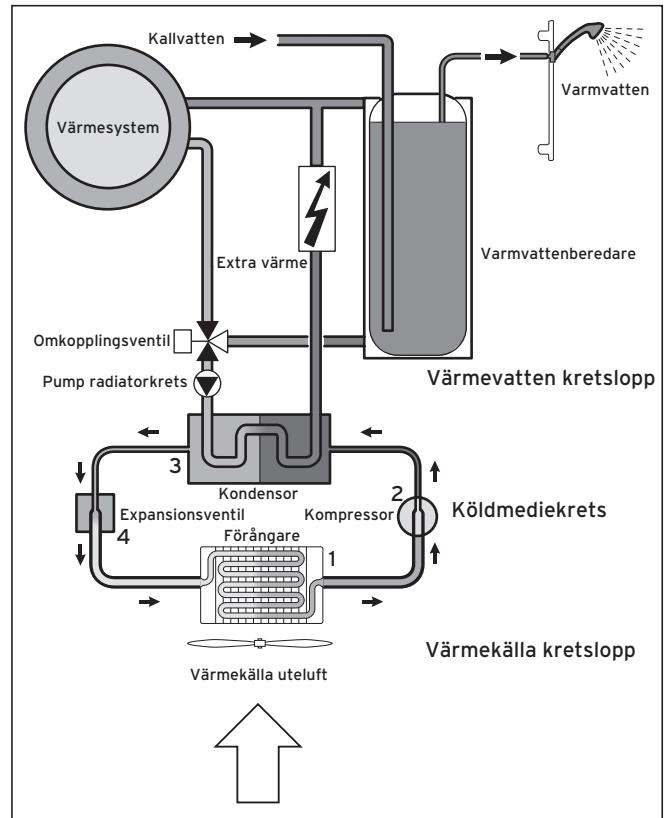

Bild 3.2 Värmepumpens funktionssätt
- Systemet består av separata kretsar som är anslutna till varandra via värmeväxlare (se bild 3.2). Kretsarna är: